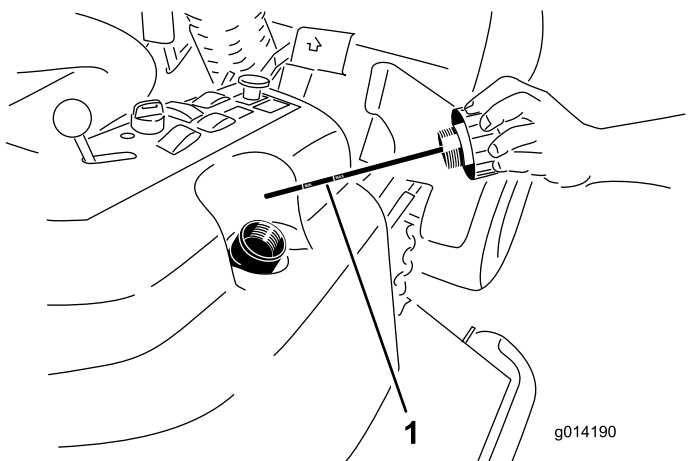

図 88
4. 油圧オイル給油口からキャップ 図 88 を取る。
5. ディップスティックを抜きウェスで一度きれいに拭く(図 88)。
- もう一度首まで完全にねじ込んでから抜き、オイルの量を点検する 図 88。